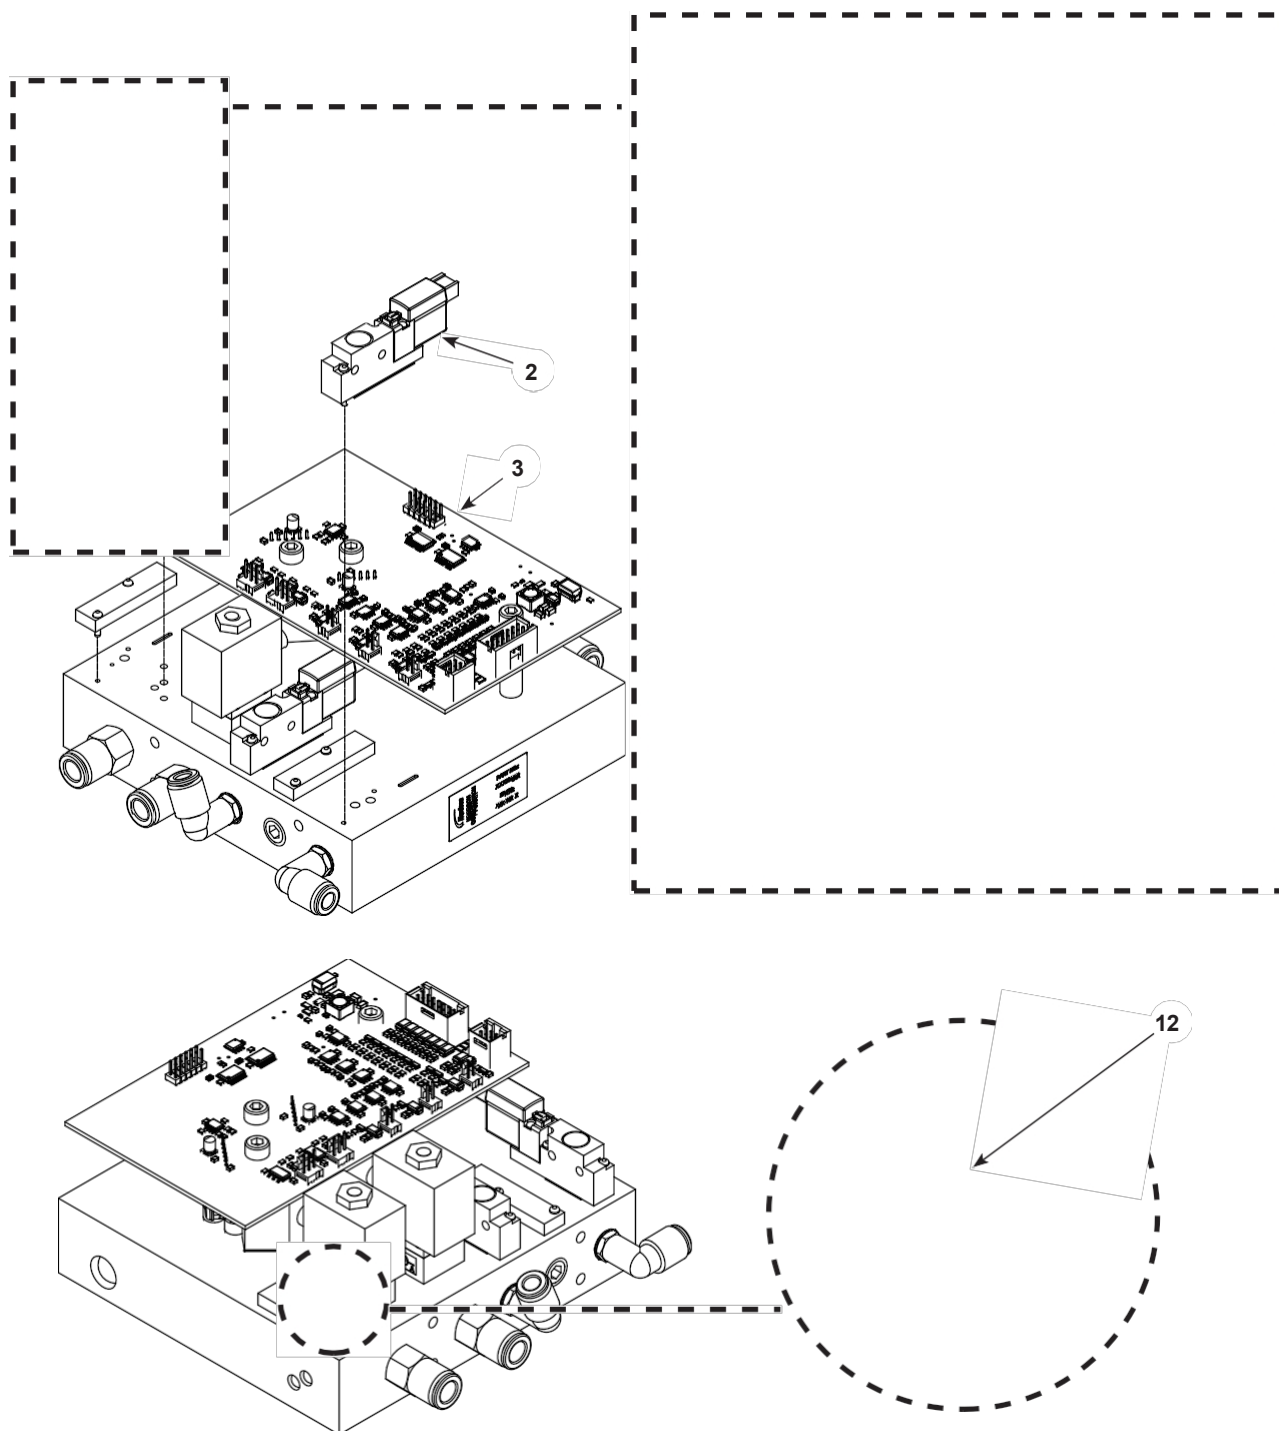

Figura 7-5 Repararea modului iFlow –Înlocuirea supapei solenoide și curățarea sau înlocuirea supapei proporționale
A se vedea figura 7-5. Pentru a scoate electrovalvele (2), scoateți cele două șuruburi din corpul valvei și ridicați valva de pe colector.
A se vedea figura 7-5. O alimentare cu aer murdar poate cauza funcționarea defectuoasă a supapei proporționale (1).
3. Scoateți tija supapei (6) din corpul supapei (9).
4. Scoateți cartușul supapei (8) și arcul (7) de pe tijă.
8. Fixați corpul supapei pe colector cu șuruburile lungi, asigurându-vă că eticheta (12) este orientat așa cum se arată în figura 7-5.
A se vedea figura 7-5. Dacă curățarea supapei proporționale (1) nu corectează problema debitului, atunci înlocuiți supapa. Înainte de a instala o supapă nouă, scoateți capacul de protecție din partea inferioară a corpului supapei. Aveți grijă să nu pierdeți O-ring-urile de sub capac.